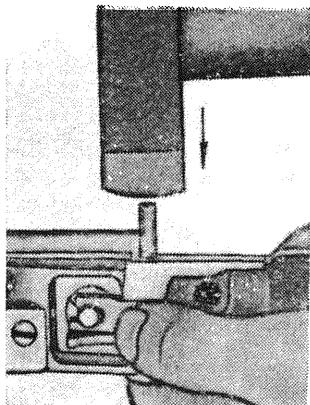

Рис. 110
4. Развернуть плоскогубцами толкатель датчика готовности таким образом, чтобы прорези в верхней части его располагались по продольной оси корпуса электроспуска. Вложить в свое гнездо на корпусе электроспуска пружину рычага датчика готовности. Ввести в зацепление с толкателем датчика готовности рычаг датчика готовности, предварительно вставив второй конец пружины рычага датчика в гнездо на рычаге датчика готовности. Поджимая рычаг датчика готовности, вставить ось рычага датчика готовности в корпус электроспуска (рис. 110).